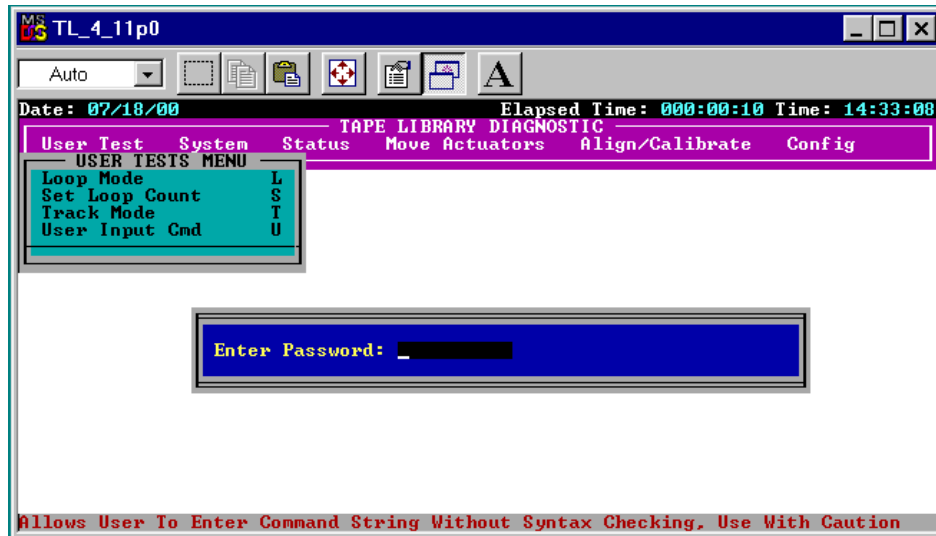

Figure 3-10. Boîte de dialogue Password (mot de passe)
- Entrez votre mot de passe. La valeur par défaut (sensible à la casse) est kvision (voir la Figure 3-10).